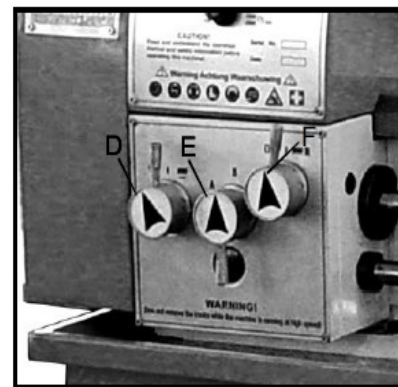

Рис. 12
4. Переключатель направления подачи (D, Рис. 12)
5. Переключатель скорости подачи (Е, Рис. 12)
6. Рукоятка переключения подачи и шага резьбы (F, Рис. 12)